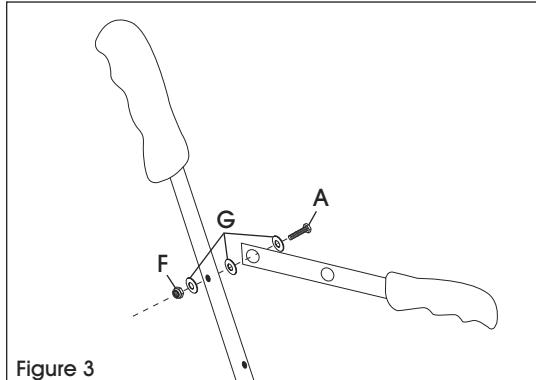

Figure 3
4. Fixez le levier manuel à la poignée en alignant les trous et en utilisant un boulon (A), trois rondelles (G) et un écrou (F). (Voir Figure 3)